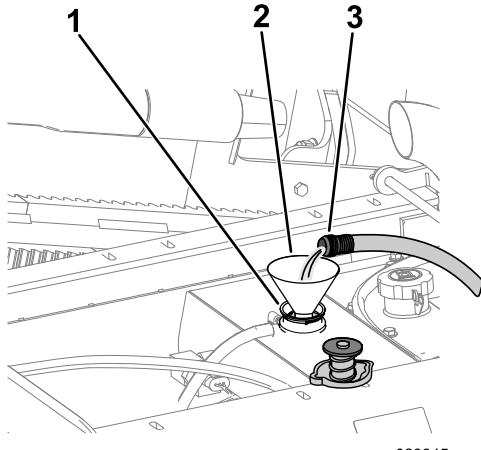

Figura 113
- Adicione água limpa até encher o radiador (Figura 113).